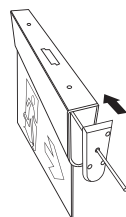

Рис. 7.
- ▶ Вместо глухой торцевой заглушки нужно установить торцевую заглушку с отверстиями под монтажную рамку (поставляется в комплекте), проденьте выходящий провод через круглое отверстие в торцевой заглушке и зафиксируйте её при помощи саморезов (Рис. 7);